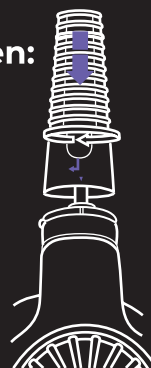

Figure 2.
1. Draai de sproeikop omgekeerd (tegen de klok in) zoals aangegeven op afbeelding 2.